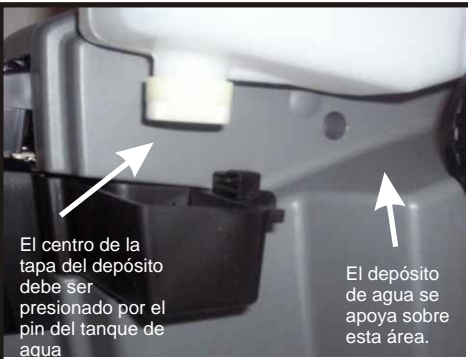

FIGURA 10. Colocando el Depósito de Agua
5. Coloque el depósito en el lado derecho de la unidad, el sistema de resorte de la tapa con rosca debe ser presionada por el pin del tanque de agua. Ver Figura 10